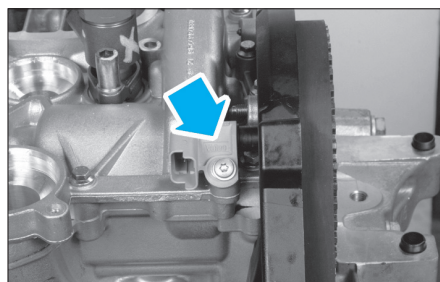

Fig. 71
- les vis (7) du répartiteur d'air d'admission,
- le séparateur d'huile (8),
- le répartiteur d'air d'admission (9),
- le capteur de position arbre à cames (Fig.71),